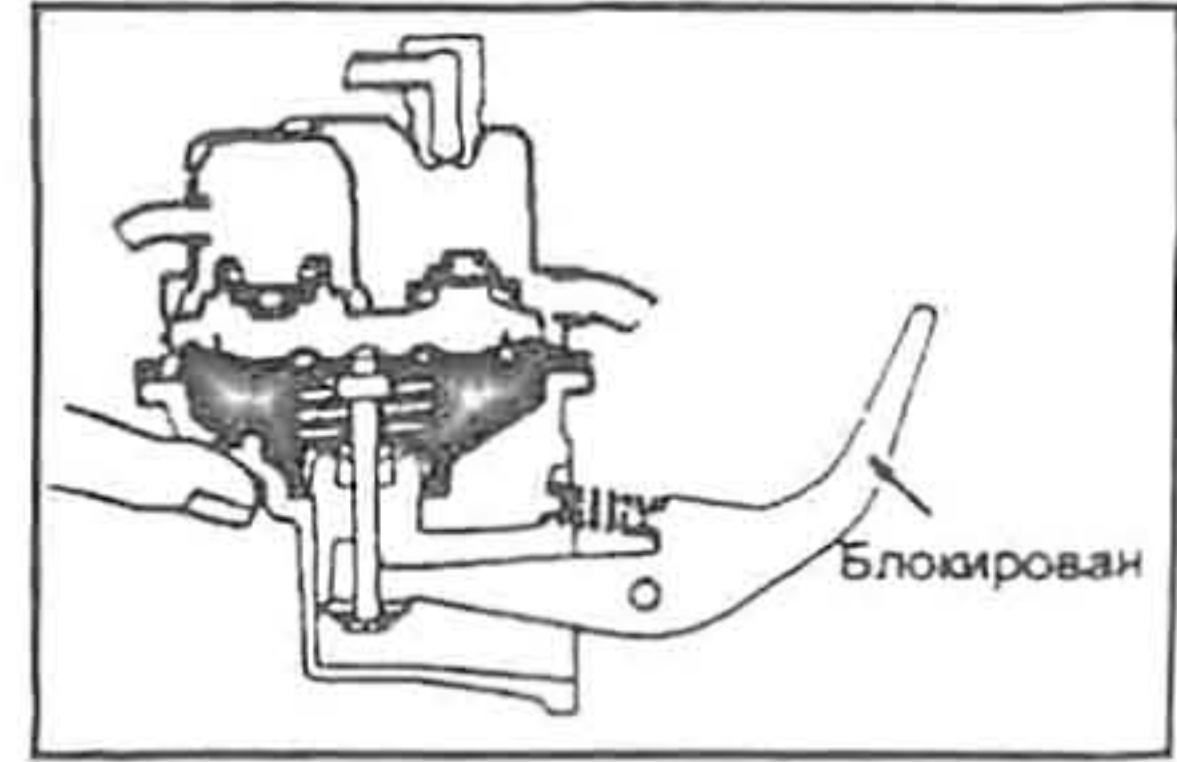

Рис. 149
- для проверки сальника закройте пальцем вентиляционное отверстие (рис. 149): ручка подкачки д.б. заблокирована.